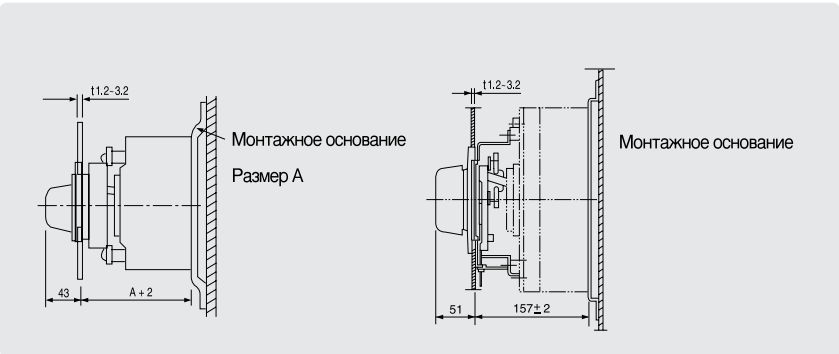

рис. 2
1. Подготовьте монтажное основание как показано на рис. 2. Расстояние между панелью двери и монтажным основанием должно составлять A+2. Размер A указан на рис. 2.